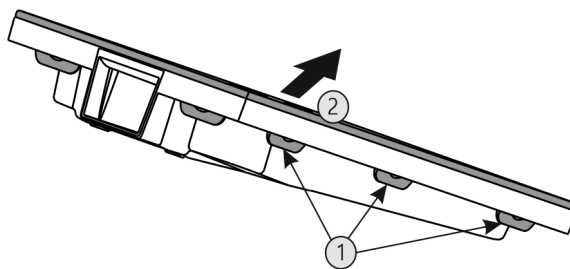

Fig. 41
- ▶ Premere una dopo l'altra tutte le linguette Fig. 41 (1) e rimuovere la copertura Fig. 41 (2).